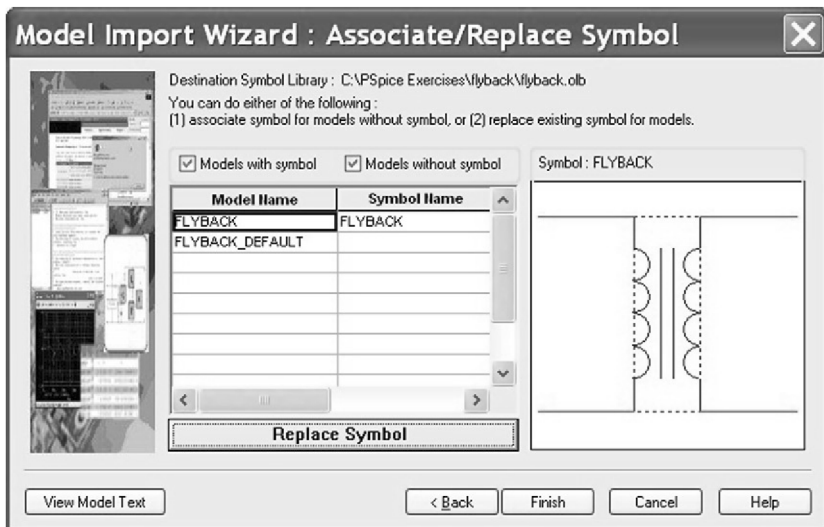

图 21.25 与 Flyback 模型相关联的元件符号
9. 从图 21.25 中可以看到模型名称及其与之相关联的元件符号。